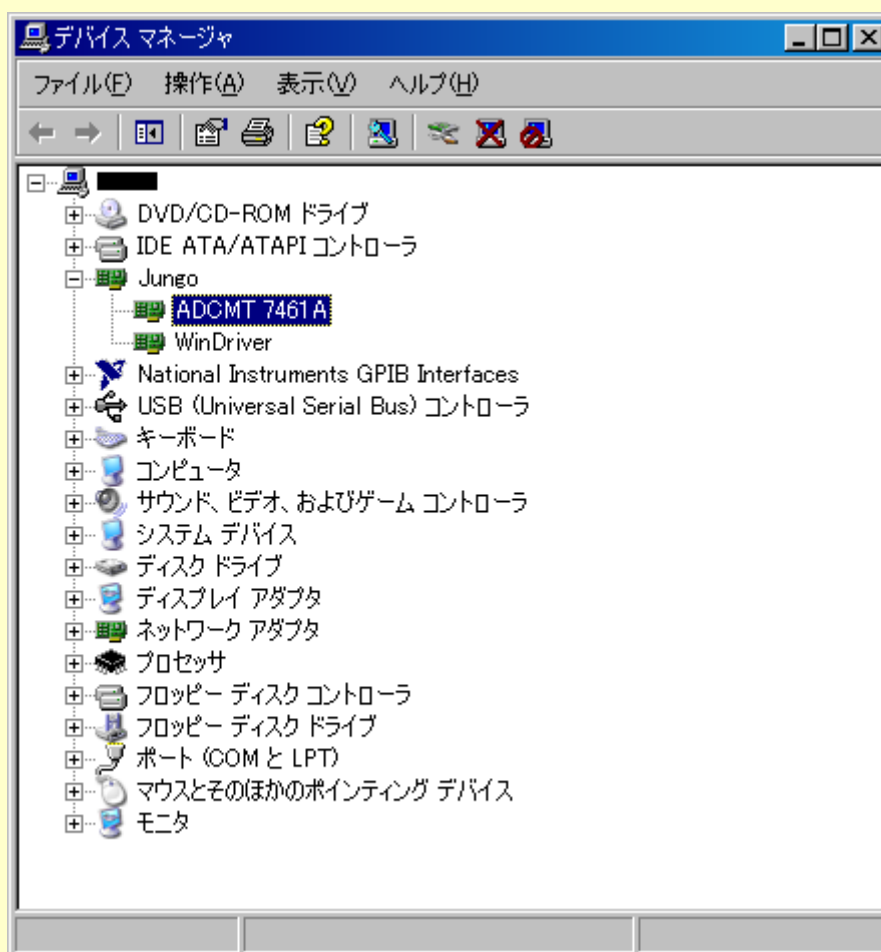
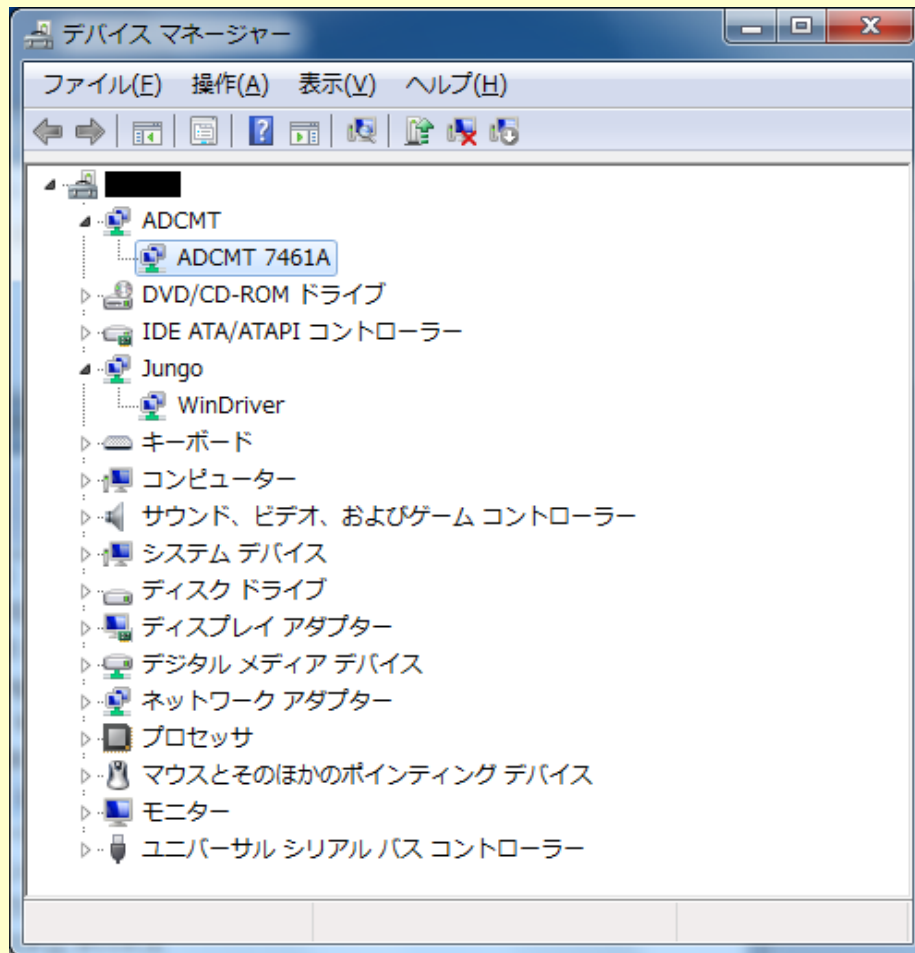
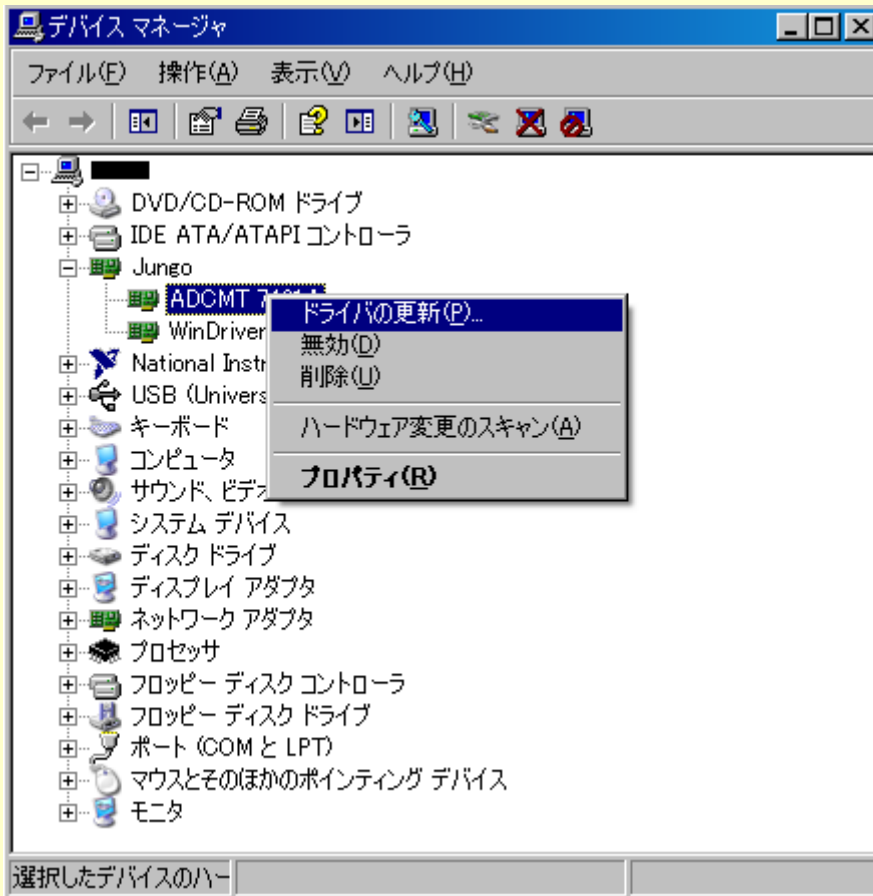

図 2-1
図 2-2
図 2-3
ADC 計測器 USB ドライバを認識している場合にはツリー構造で、32bit 版ドライバの場合は Jungo の下に（図 2-1）、64bit 版ドライバの場合は ADCMT の下に（図 2-2）接続した測定器が表示されます。
- ① デバイス・マネージャの画面を表示（図 2-1 または 図 2-2）し、変更する測定器を選択して右クリックすると、図 2-3 画面の表示になります。